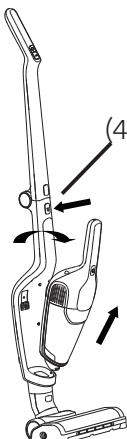
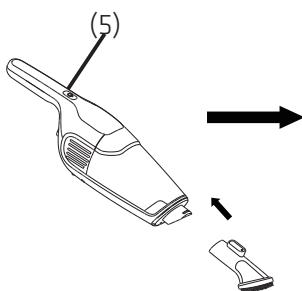

Fig. 4-2a
Fig. 4-2b
Tryk på udløserknappen på underenheden (4) (se fig. 4-2a), tag fat i håndtaget på underenheden for at fjerne i pilens retning. Tryk derefter på tænd/sluk-knappen på underenheden (5) (se fig. 4-2b), hvorefter underenheden starter. Tryk på tænd/sluk-knappen (5) igen for at få stoppe apparatet.